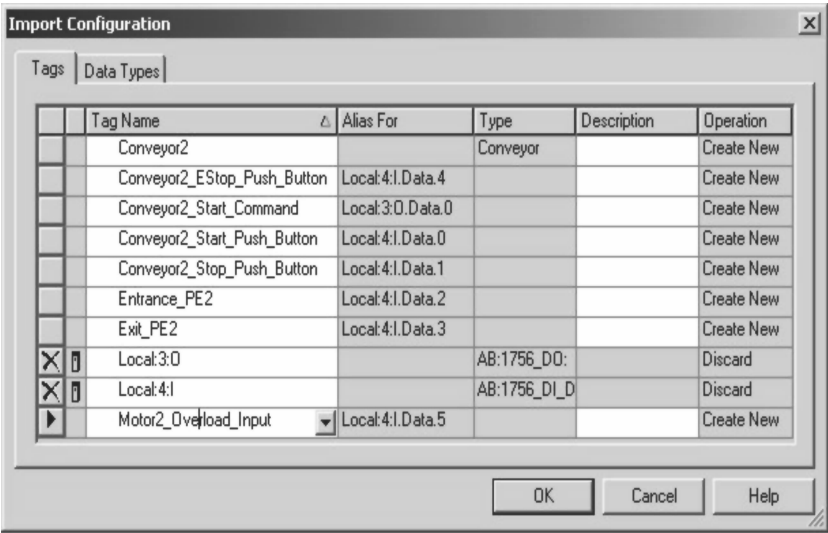

图 13-19 更改后的标签名称
21. 现在, 要对 Local:0:O 和 Local:2:I 标签进行更改。希望输入指向在插槽 4 中添加的新输入模块, 输出指向在插槽 3 中添加的输出模块。按照图 13-19 所示, 更改“标签名称”(Tag Names)。